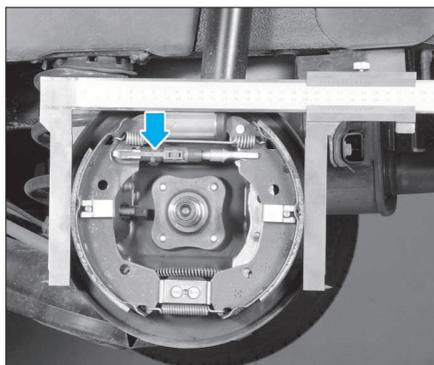

FIG. 15
- Agir sur la molette du mécanisme de rattrapage d'usure, à l'aide d'un tournevis, pour obtenir l'écartement des garnitures prescrit ( $202,8 \pm 0,1$  mm), en mesurant leur diamètre extérieur (Fig.15).